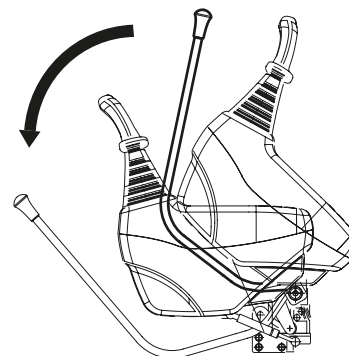

Figura 17
3. Coloque la palanca de seguridad (1, Figura 17) en la posición "DESBLOQUEAR".